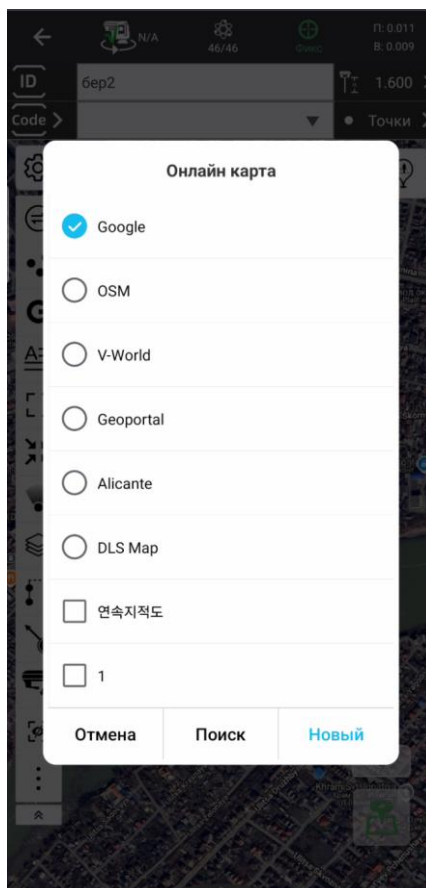

Рисунок 4.4.2
1. Для использования WMS/WFS карты-подложки нажмите на кнопку  и выберите одну из предустановленных карт (Рисунок 4.4.2).